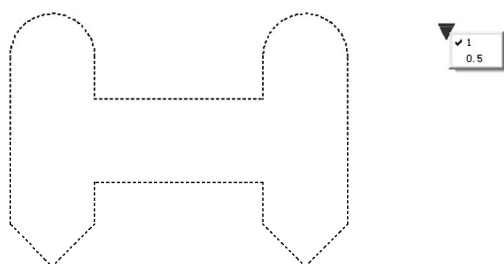

图 9-27 测试可见性动态块
4) 单击“保存块”按钮进行保存，单击“测试块”按钮进入“测试块”窗口，单击动态块，则会出现“可见性”参数操作时插入的可见性箭头，单击该箭头，会出现一个下拉菜单，菜单上就会显示刚才设置的可见性名词，选择一个名称，则动态块将自动显示该名词下的图形，如图 9-27 所示。